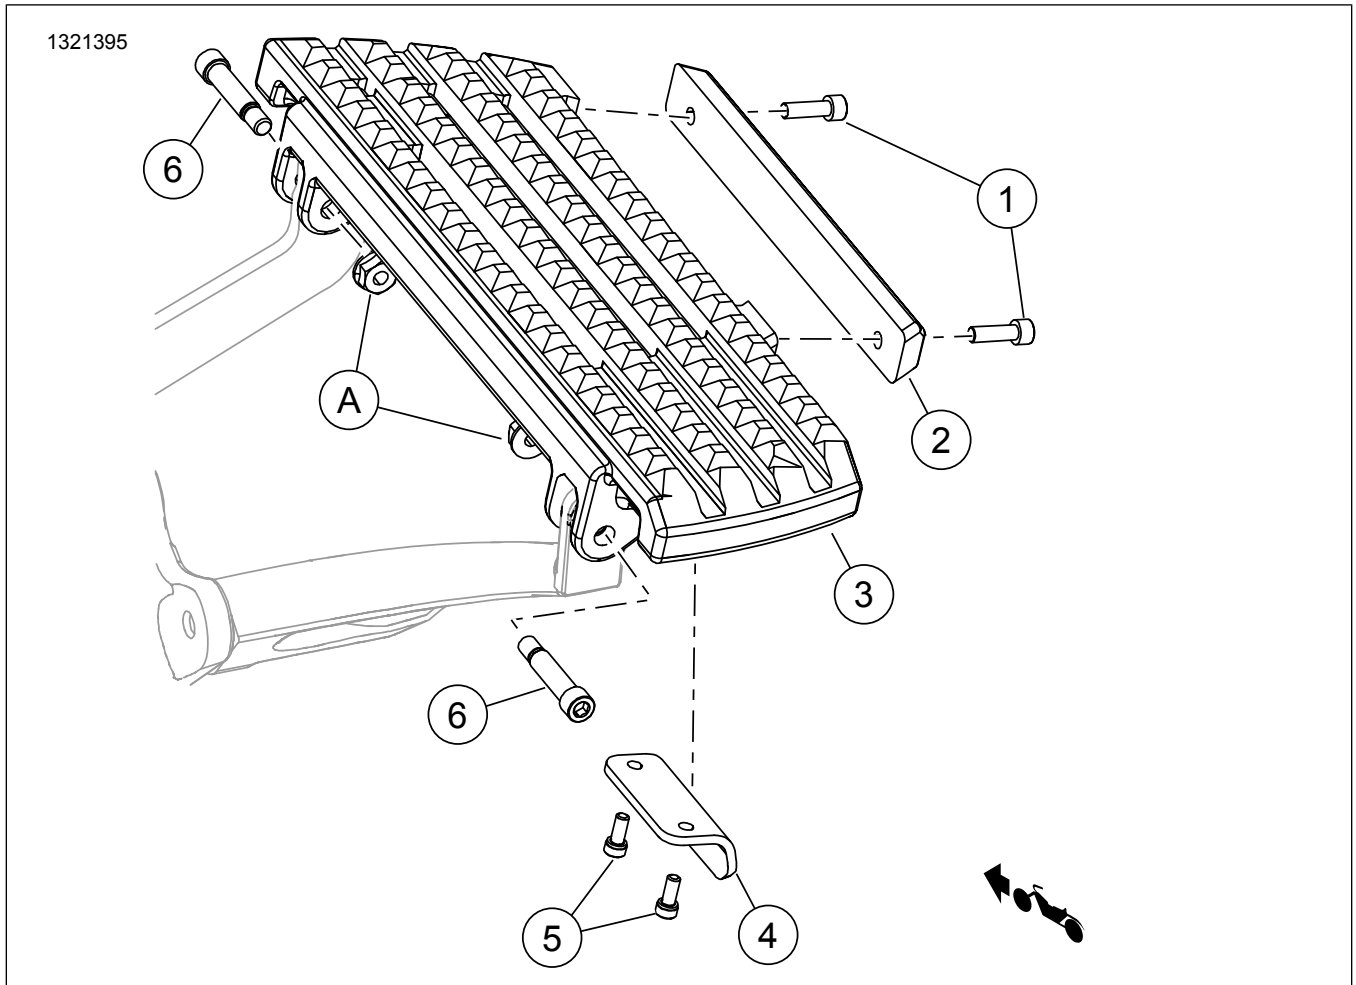

図1。キット内容: ライダーフットボード部品
- キット50501294, 50501295: 「図1」を参照してください。フットボードを外します。
2. 「図1」を参照。フットボードを取り付けます。
- a. 新しいショルダーボルト (6) とフットボードを取り付けます。
- b. スレッドロッカーを塗布しナット (A) を取り付けます。締め付ける。